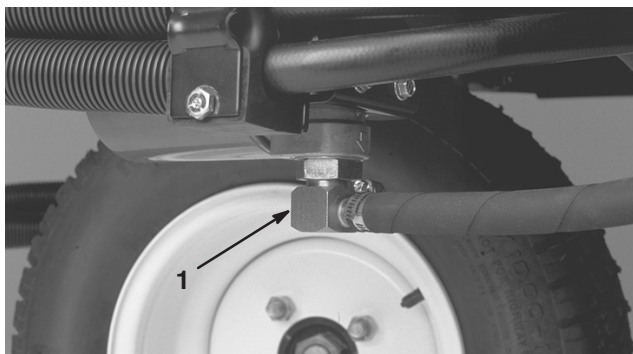
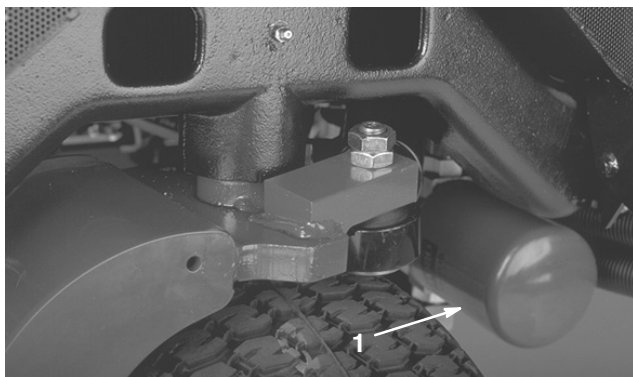

Figure 50
Figure 51
2. Débranchez la conduite hydraulique (Fig. 50) ou déposez le filtre hydraulique (Fig. 51) et laissez couler l'huile dans un bac de vidange. Rebranchez la conduite hydraulique quand toute l'huile s'est écoulée.
3. Nettoyez la surface de montage autour du filtre. Placez un bac de vidange sous le filtre (Fig. 51) et déposez le filtre.